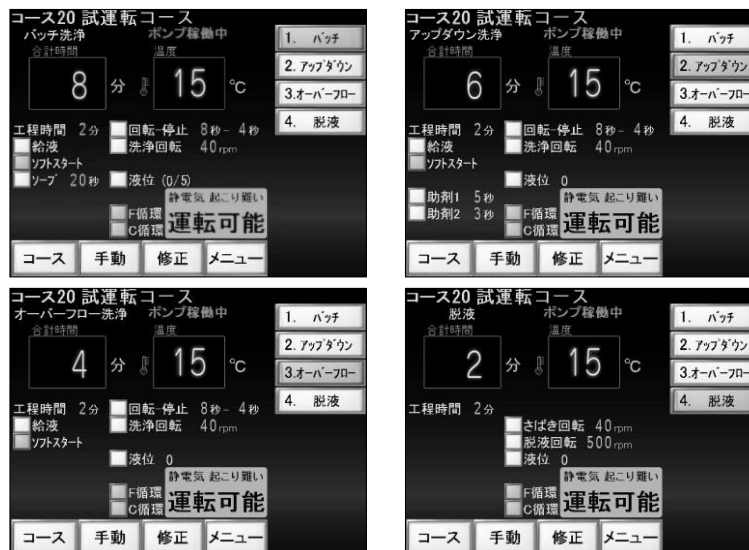

図 10-8
- ・ 運転待機中 ... 選択した工程のランプ (緑色) を点灯し、選択した工程の設定内容を表示します (図 10-8)
4) 工程の設定内容表示 (図 10-8)